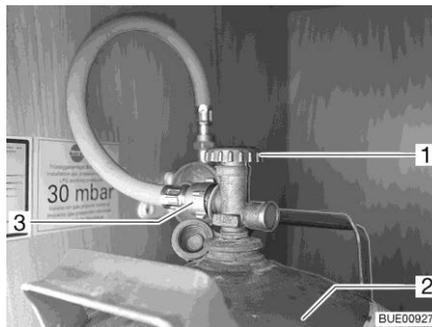

Fig. 115 Caja para bombonas de gas
- Cerrar la llave de paso principal (Fig. 115,1) de la bombona de gas (Fig. 115,2). Observar el sentido de la flecha.
- Desenroscar la goma del gas (Fig. 115,3) de la bombona de gas.